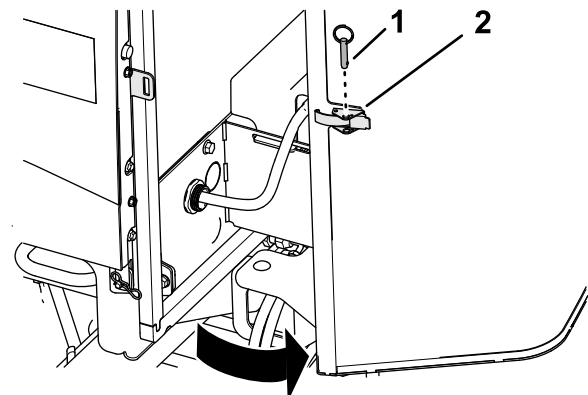

Bild 98
1. Entfernen Sie den Kugelstift von der Gitterverriegelung (Bild 98).